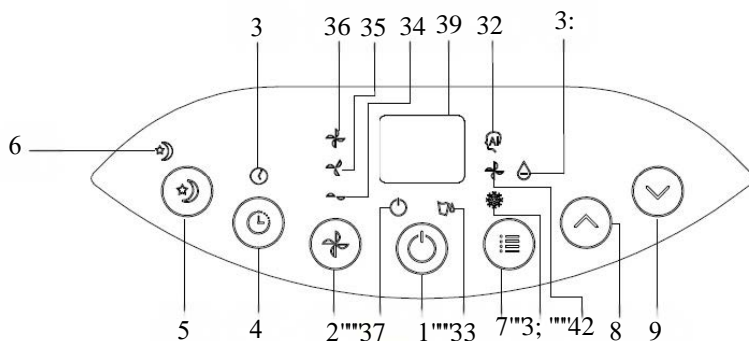

Bild 7. Bedienteil
Figure 7: 1 – Ein/Aus; 2 – Lüftergeschwindigkeit; 3 – Timer Anzeige; 4 – Timer Taste; 5 – Schlafmodus; 6 – Anzeige für Schlafmodus; 7 -Modus Auswahl; 8 – Temperatur Erhöhen; 9 – Temperatur Senken; 10 – Kompressor in Betrieb; 11 – Wassertank Voll; 12 – niedrige Lüfterstufe; 13 – mittlere Lüfterstufe; 14 – maximale Lüfterstufe; 15 – Signal für die Fernbedienung; 16 - Display; 17 - Automatikbetrieb; 18 - Entfeuchten; 19 - Kühlen; 20 - Lüften.
Drücken Sie die Taste zur Moduswahl (Taste 7 in Abbildung 7). Verfügbare Modi: Automatik, Kühlen, Lüften und Entfeuchten. Die Anzeige des gewählten Modus leuchtet auf dem Bedienfeld auf.
4. Verwenden Sie die Tasten zum Erhöhen bzw. Verringern der Temperatur (Tasten 8–9 in Abbildung 7).
Verwenden Sie die Taste für die Lüftergeschwindigkeit (Taste 2 in Abbildung 7), um zwischen niedriger, mittlerer und hoher Stufe zu wählen. Die entsprechende Anzeige leuchtet automatisch auf.